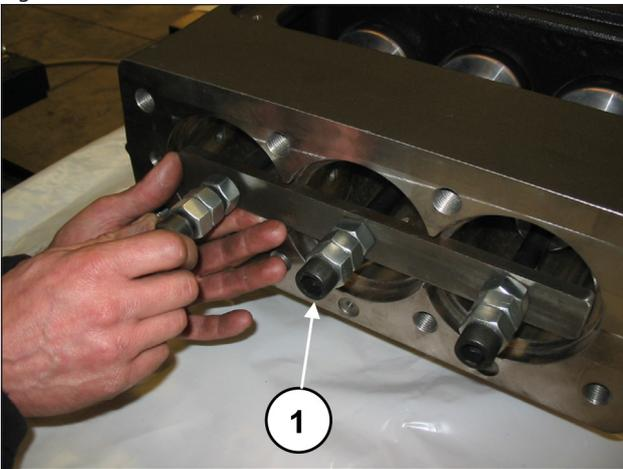
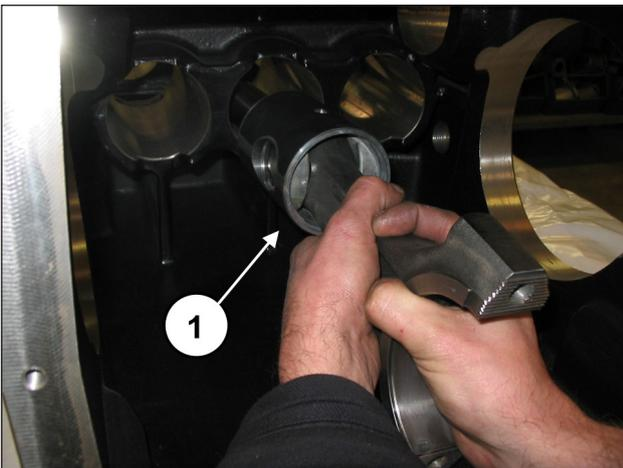

Fig. 41
Fig. 42
Dévisser les vis de l'outil réf. 27566200 pour débloquer les bielles (rep. ①, Fig. 41) puis dégager les ensembles bielle-guide de piston par l'ouverture arrière du carter (rep. ①, Fig. 42).
Après s'être assuré que le carter est propre, insérer l'ensemble demi-bielle/guide de piston dans les tiges du carter (rep. ①, Fig. 42).
Bloquer les trois groupes à l'aide de l'outil réf. 27566200 (rep. ①, Fig. 41).
Déposer l'outil de blocage des bielles réf. 27566200 (rep. ①, Fig. 41) et faire coulisser les bielles en arrière jusqu'à ce qu'elles entrent en contact avec le vilebrequin.
Bloquer les trois groupes bielle à l'aide de l'outil réf. 27566200 (rep. ①, Fig. 41).